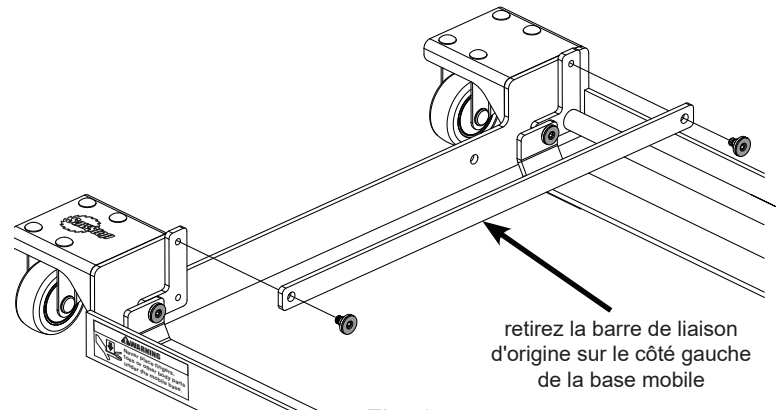

Fig. 1
1. Retirez la barre de liaison d'origine sur le côté gauche de la base mobile en dévissant les deux vis à épaulement M8 avec une clé hexagonale de 5 mm (voir fig. 1). Les vis à épaulement peuvent être difficiles à retirer car elles ont été installées avec un adhésif fileté. La barre de liaison d'origine et les deux vis à épaulement M8 peuvent être jetées.